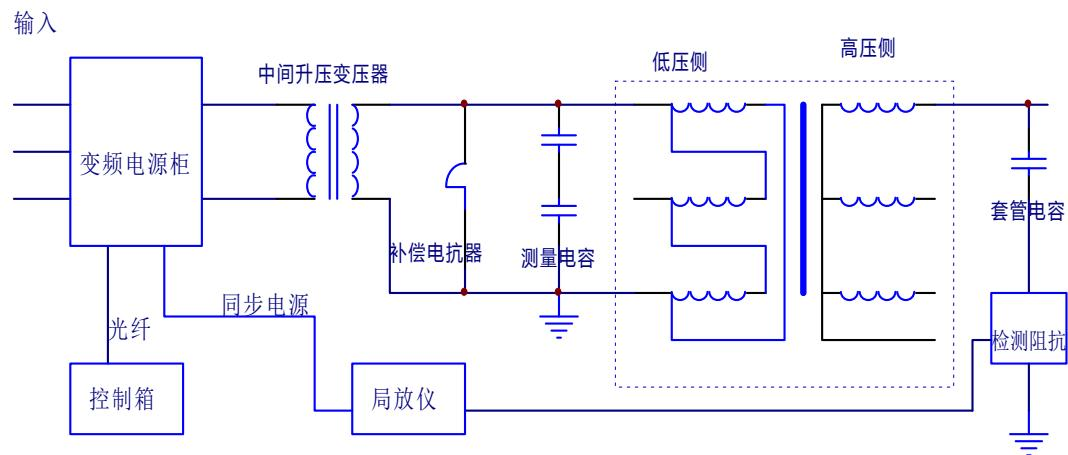

图 31 PY3520 型变频电源装置进行局部放电试验接线图
9.1.1 按照图 31 方式接好试验回路，确认无误后方可进行试验。先不接上被试品(包括补偿电抗器)进行空载升压试验，此过程可以校准试验电压，试验电压可以在测量电容上获取。接上被试品后，试验过程中，预先将频率调节至 150Hz。合闸后，升压至 20V 左右。然后调节频率，观察输出电流的变化。先启动“频率粗调”，当输出电流减小，就表明频率调节的方向正确；按照这个方向调节，在接近试验频率时，可以启动“频率细调”。直至电流最小，此时的频率就是试验频率（一般的，试验频率不要低于 100Hz）。然后升压到试验电压，在升压过程中要注意试验电流的变化，防止电流激增。适时，可以微调频率。
9.1.2 在试验过程中，进行调频时，当输出电流没有明显变化。可以采取将试验频率设为 130~150Hz。或者在被试品的低压端添加补偿电抗器（图 31 所示），此时试验频率可能会高于 150Hz。